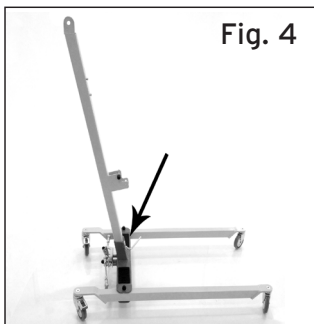

Fig. 4
2. Inserire la colonna nella cavità prevista nella base. (Fig.4)
3. Inserire la vite che blocca la colonna nella base e avvitare bene. (Fig.4)